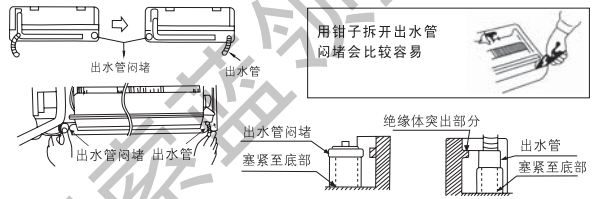

图9
- (3) 如铜管从左边引出时，需将出水管和出水管闷堵互换位置，然后需如图9所示塞紧。(如果塞得不紧，冷凝水将会漏出及滴落。)